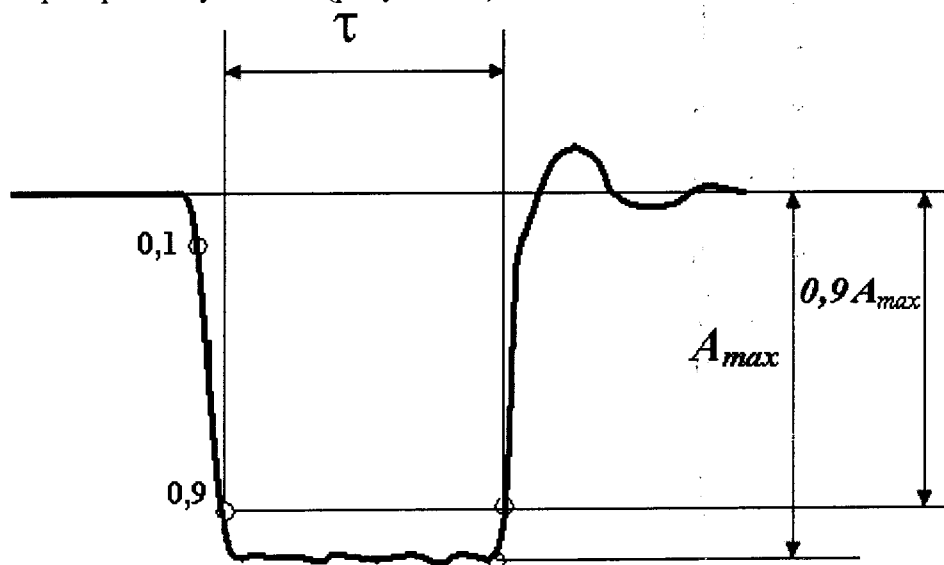

Рисунок 13 – Схема импульса генератора возбуждения
8.4.5 Измерить на осциллографе амплитуду и длительность (на уровне 0,9 амплитуды) импульса генератора возбуждения (рисунок 13).